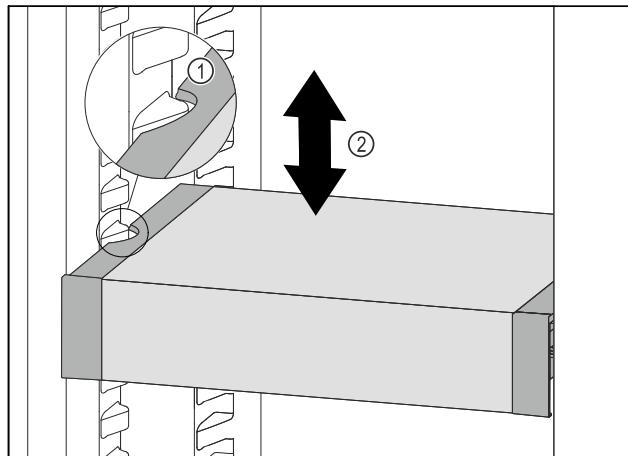

Fig. 110
- Тяните VarioSafe вперед, пока боковые выемки VarioSafe не окажутся на высоте выступа резервуара в холодильном отделении. Fig. 110 (1)